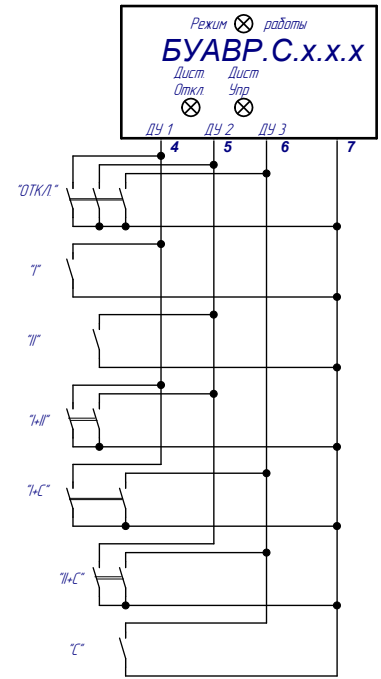

Рис.7 Пример схемы ручного управления АВР с использованием входов дискретного управления БУАВР
- 4.13.3. При необходимости ручного управления шкафом АВР при помощи органов управления, размещенных на лицевой двери шкафа АВР, рекомендуется использовать входы дискретного управления. Пример схемы ручного управления АВР с использованием входов дискретного управления БУАВР приведен на рис.7. В качестве переключателя режимов можно использовать зависимый кнопочный переключатель на 6 секций с тремя группами контактов или галетный переключатель на 6 положений с тремя группами контактов.